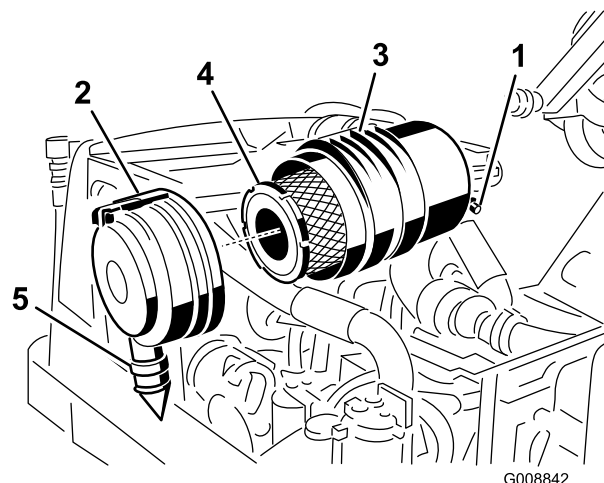

Bild 57
Warten Sie den Luftfilter nur, wenn die Wartungsanzeige dies angibt (Bild 57). Das frühzeitige Auswechseln des Luftfilters erhöht nur die Gefahr, dass Schmutz in den Motor gelangt, wenn Sie den Filter entfernen.
1. Ziehen Sie den Riegel nach außen und drehen Sie die Luftfilterabdeckung nach links (Bild 57).
2. Entfernen Sie den Hauptfilter (Bild 57). Das Reinigen eines verwendeten Elements wird nicht empfohlen, da das Filtermedium beschädigt
3. Wechseln Sie den Hauptfilter aus (Bild 57).
- Setzen Sie die Abdeckung ein, richten Sie das Gummiablassventil (Bild 57) nach unten, ungefähr zwischen 17.00 und 19.00 Uhr (vom Ende her gesehen). Befestigen Sie den Riegel.